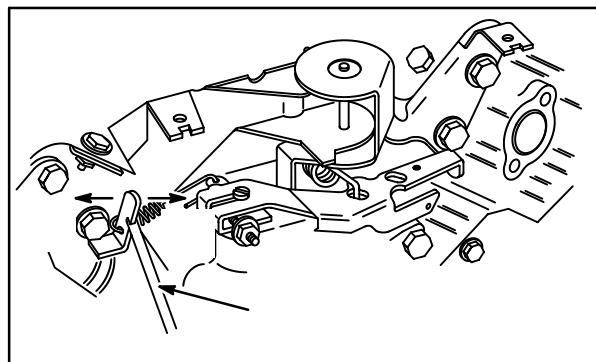

Fig. 21
9. Caso necessário, use a Chave do acoplador **19352** (6), Fig. 21. Flexione o acoplador sem carga regulado para a ESQUERDA para AUMENTAR (4) e para a direita para DIMINUIR (5) a velocidade do motor a fim de obter a RPM mostrada: